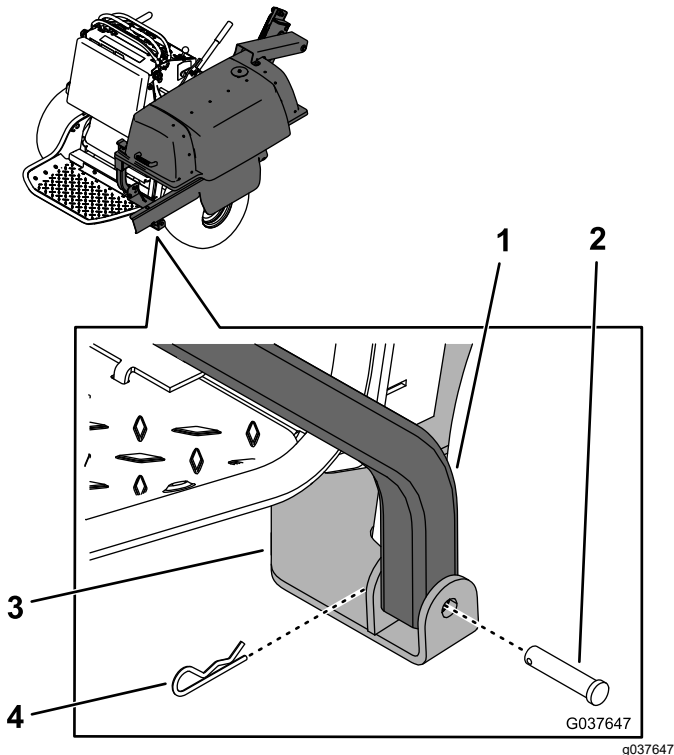

Bild 13
1. Bitten Sie eine zweite Person um Hilfe und heben Sie den Rahmen des Heckfangsystems an; befestigen Sie die untere Rückseite des Rahmens mit einem Lastösenbolzen und einem Splint an der unteren Befestigungshalterung (Bild 13).